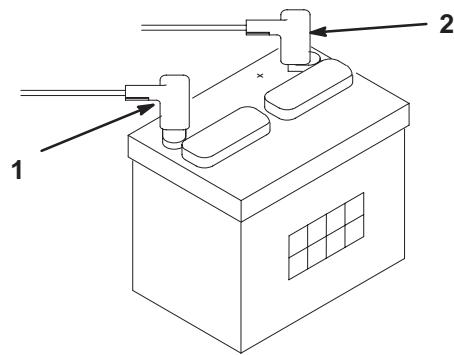

Figure 7
- Branchez le câble de batterie positif (rouge) entre le solénoïde de démarreur et la borne positive (+) de la batterie (Fig. 7). Serrez-le avec une clé et enduez la borne de vaseline. Vérifiez que, lorsque le siège est en position extrême arrière, il n'est pas en contact avec le câble car il risquerait de l'user ou de l'endommager.